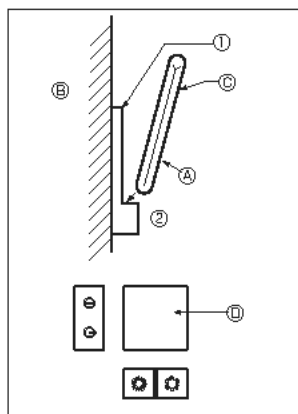

Fig. 7-7
2) Metoda instalacji (Fig. 7-7)